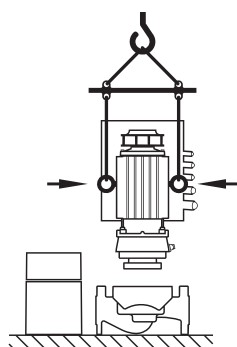

Fig. 25: Transport av instickssats
- Om transportöglorna har tagits bort från motorflänsen och monterats på motorhuset får de endast användas för att lyfta och transportera instickssatsen (fig. 25) tillåtna, och inte för att transportera hela pumpen eller för att lossa instickssatsen från pumphuset (observera den tidigare demonteringen följande monteringen av distansringarna).